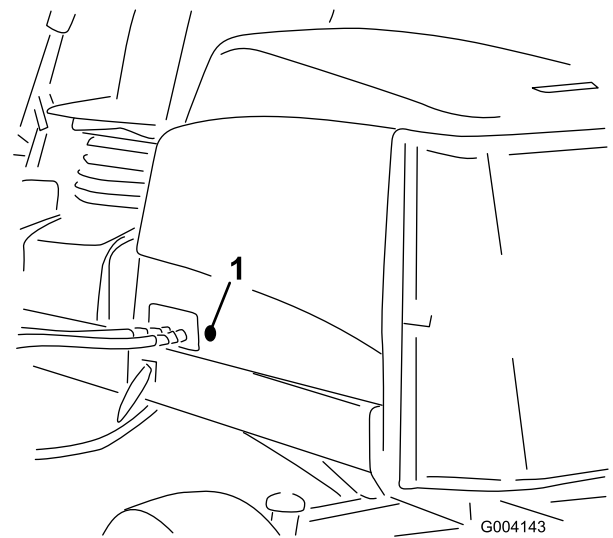

**Figure 14**
Le ressort de compensation (Figure 14) transfère le poids du rouleau avant au rouleau arrière. Cela évite la formation d'ondulations à la surface de la pelouse.
1. Vérifiez que la goupille fendue est insérée dans le trou de la tige de ressort (Figure 14).
2. Serrez les écrous hexagonaux sur l'extrémité avant de la tige de ressort jusqu'à ce que la longueur du ressort comprimé soit égale à 12,7 cm sur la Reelmaster 5410 à plateaux de coupe de 12,7 cm ou à 16 cm sur la Reelmaster 5510 et 5610 à plateaux de coupe de 17,8 cm ; voir Figure 14.